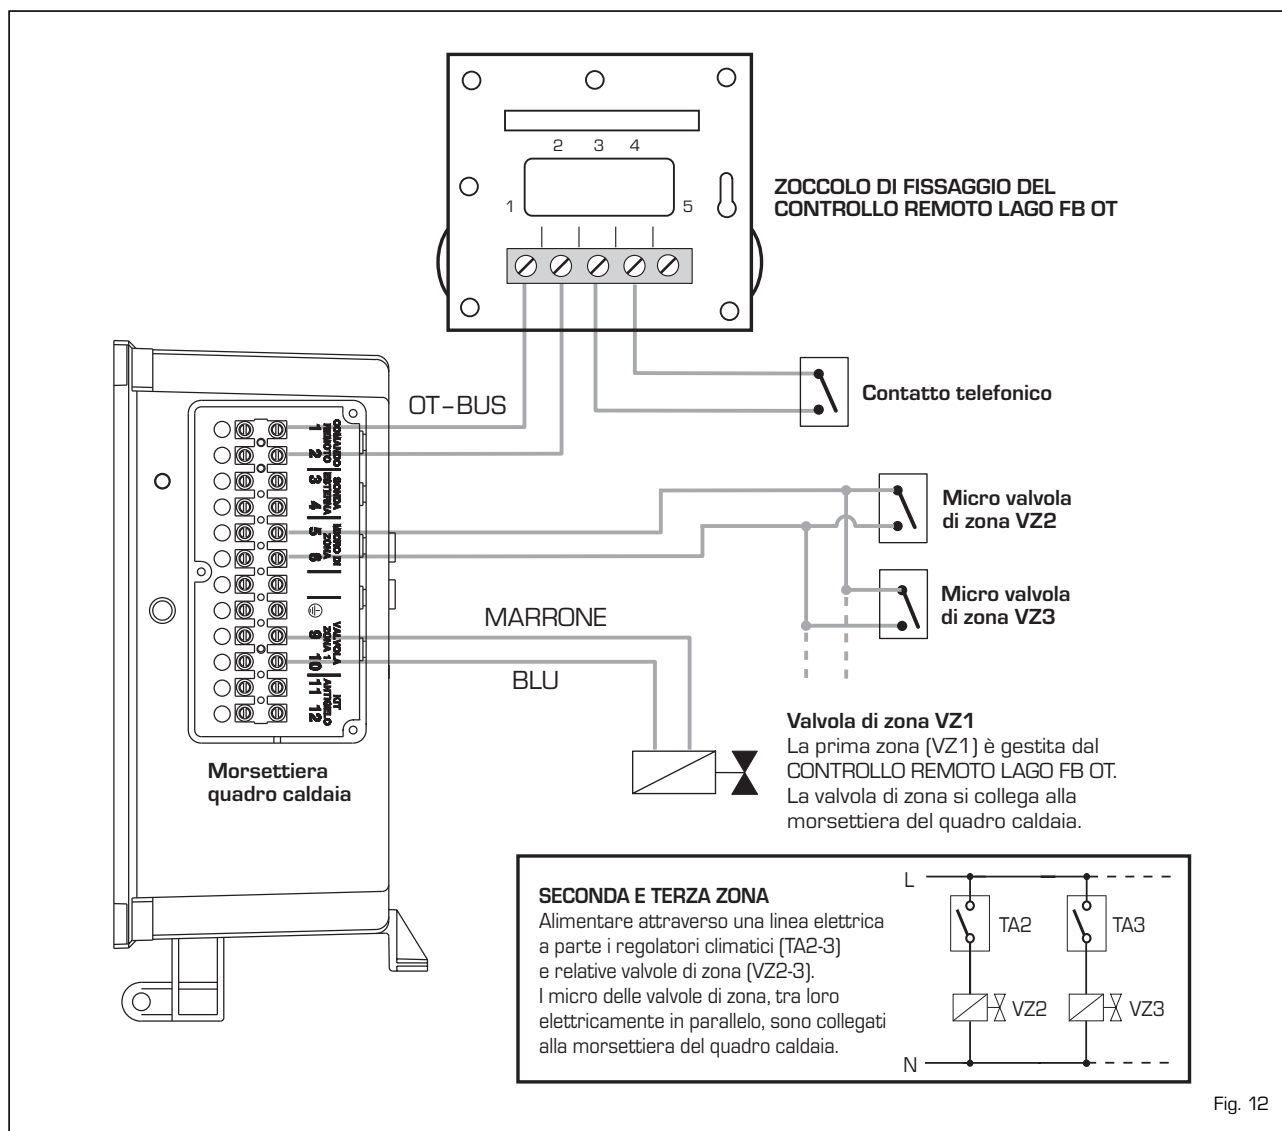

Fig. 12
- 4) Cablare la morsettiere dello zoccolo avendo cura di rispettare lo schema di fig. 12. Ciascuna connessione è non polarizzata.